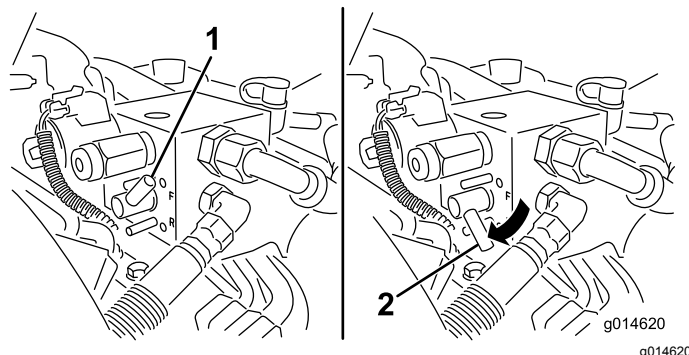

Figura 49
5. Girate la leva di lappatura in posizione di RETROMARCIA (R) (Figura 49).